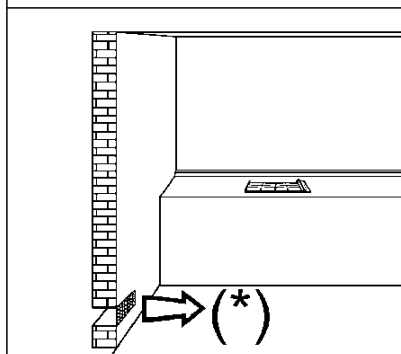
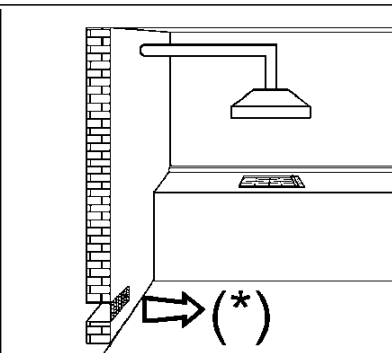
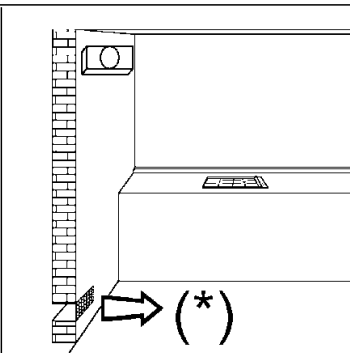

FIG. 3
FIG. 4
FIG. 5
- a utilização de um aparelho de cozedura a gás produz calor e humidade no aposento no qual está instalado. Portanto, é necessário garantir uma boa ventilação do aposento mantendo as aberturas de ventilação natural desobstruídas (fig. 3) e activando o dispositivo mecânico de ventilação (exaustor ou ventilador eléctrico fig. 4 e fig. 5).
Para que o aparelho funcione correctamente, é indispensável que o local de instalação seja permanentemente ventilado. A quantidade de ar necessária é a exigida pela combustão regular do gás e pela ventilação do local, cujo volume não poderá ser inferior a 20 m³. O ar deve entrar naturalmente por via directa através de aberturas permanentes, que atravessam a parede do local a ventilar, alcançando o lado exterior com uma secção mínima de 100 cm² (veja fig. 3).
Os aparelhos para cozinhar a gás devem sempre libertar os produtos da combustão por meio de exaustão ligada a chaminés ou directamente ao exterior (veja fig. 4). Caso não exista a possibilidade de aplicação de exaustão, admite-se o uso de um ventilador eléctrico instalado na janela ou numa parede que dê para o exterior, o qual deverá funcionar junto com o aparelho (veja fig. 5), desde que a Norma em vigor em matéria de ventilação seja respeitada.